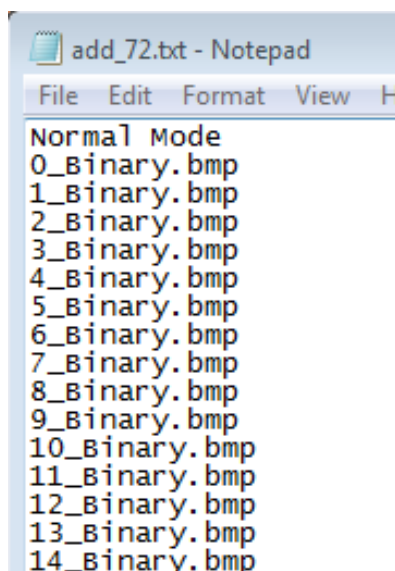
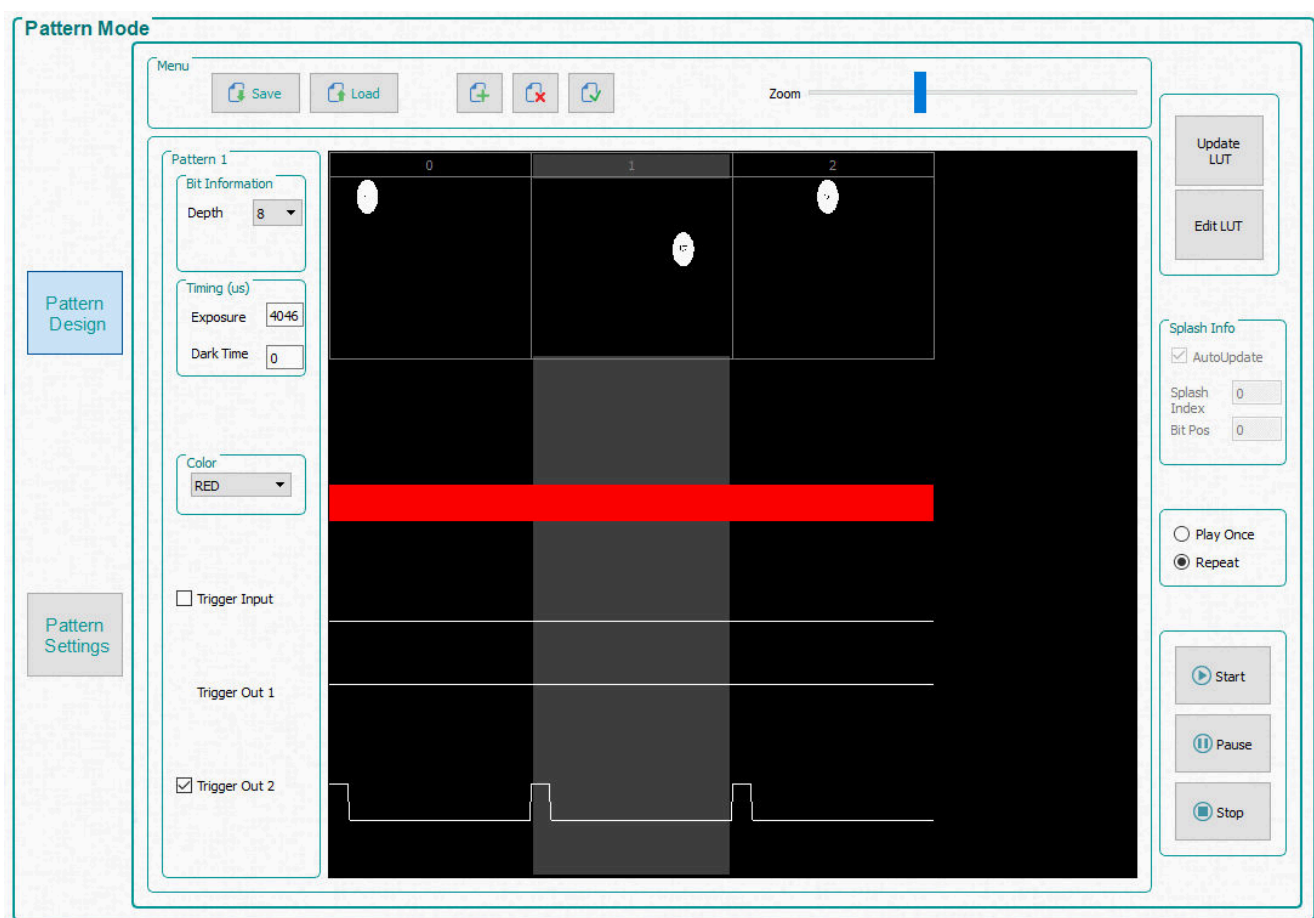

図 3-8. リストから追加
図 3-9. パターン シーケンス
3. メニュー バーの [Add Pattern] ボタンをクリックし、サンプルの画像ディレクトリから 3 つのビットマップ画像を参照します。使用する EVM に応じたイメージ フォルダから選択します。3 つの画像はすべて、[open file] ダイアログ ウィンドウ内で同時に選択できます。一度に複数のファイルを選択すると、オペレーティング システムは選択した順序でイメージをロードできない場合があります。事前に定義された順序で画像を追加するには、[Load] ボタンを使用します。このオプションは、各ビットマップのファイル名が目的の順序で指定されたテキスト ファイルから画像をロードします。または、順序を確認するため、「Add Pattern」(パターンを追加) ボタンを使用して、1 つずつ順に画像を追加することもできます。ファイルから画像をロードする例を、図 3-8 に示します。ビットマップ画像は、テキスト ファイルと同じディレクトリに配置する必要があります。画像を追加してから、図 3-9 を参照してください。